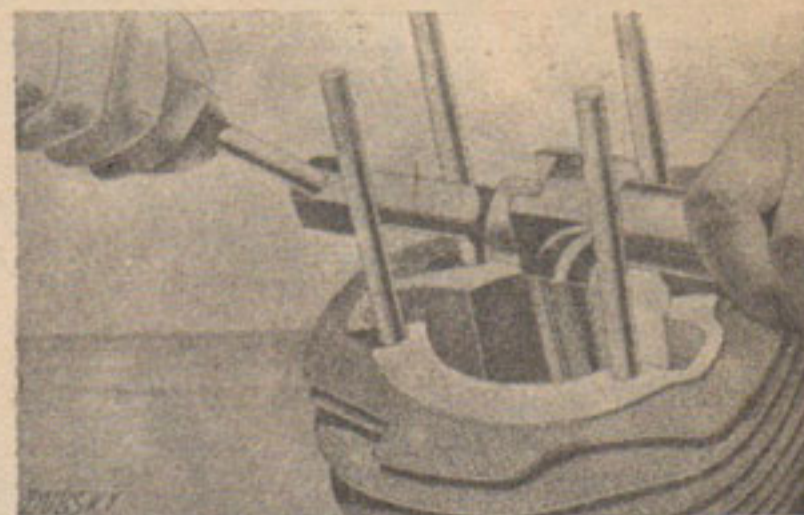

Fig. 17
1. A l'aide de l'extracteur n° S-43 on fait sortir du pied de bielle la bague en bronze (fig. 17).